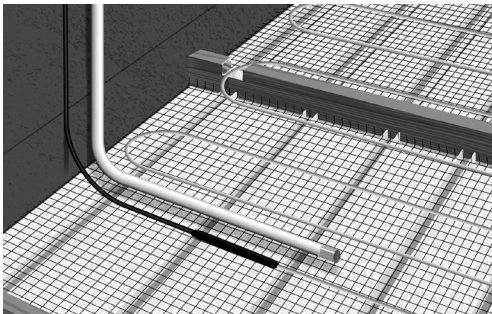

Abb. 17. Leerrohr zwischen 2 Kabel legen und befestigen
8. Installieren Sie ein Leerrohr für den Bodensensor. Stellen Sie sicher, dass sich das Ende des Leerrohrs auf gleicher Höhe wie das Heizkabel und zwischen zwei Schleifen befindet, ca. 50 cm von der Wand entfernt. Verschließen Sie das Ende des Leerrohrs. (Abb. 17).